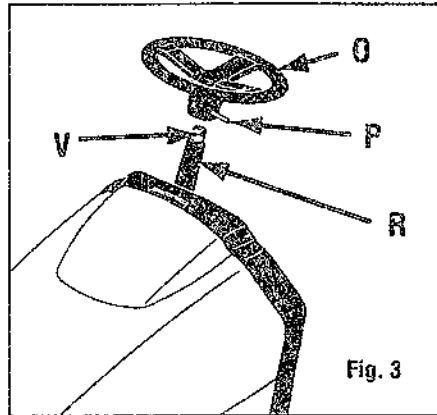

Fig. 3
Placer le volant de direction (O, fig.3) avec sa goupille-pivot (P) sur la colonne de direction (R).